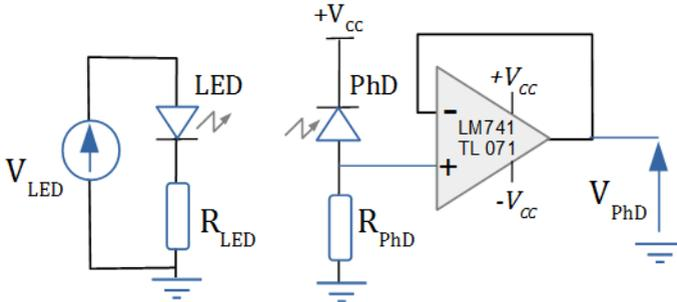

FIGURE 2.2 – Transmission optique avec montage suiveur. (L'alimentation fournissant la tension de polarisation de +15 V n'est plus représentée).
Afin de s'affranchir de l'influence de la capacité linéique des câbles coaxiaux (que vous avez pu étudier lors de la dernière séance), nous allons associer au circuit précédent un **montage suiveur** (figure 2.2).
**Q4** Quelle est l'expression de la tension de sortie en fonction du courant dans la photodiode? Comparer le rôle de  $R_T$  et  $R_{\text{PhD}}$  dans les circuits des figures 2.2 et 2.3 et justifier l'appellation transimpédance.